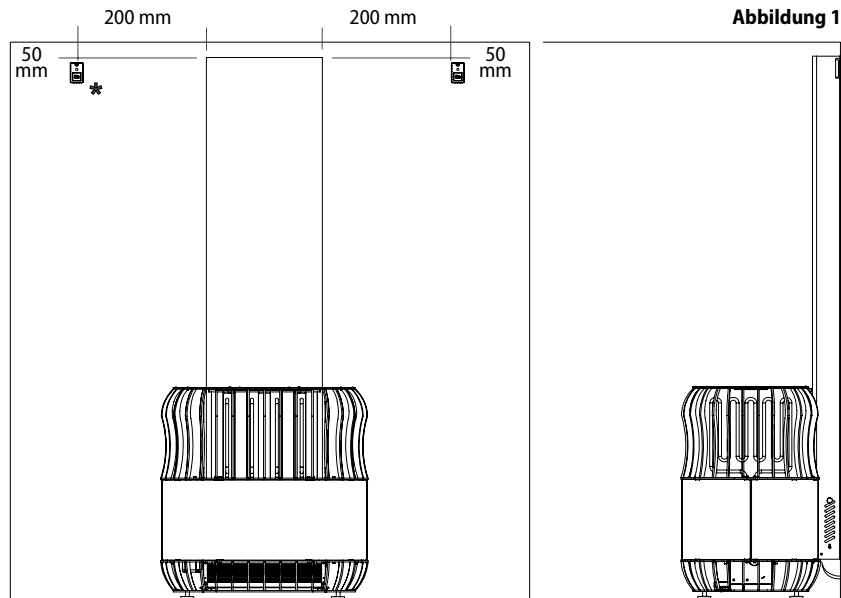

Abbildung 1
**Bitte beachten!** Die Maximaltemperatur auf Höhe des Temperatursensors des Steuergeräts (200 mm vom Ofen und 50 mm von der Decke entfernt) beträgt 100 °C (Abbildung 1).
und rechten Seite des Ofengehäuses unterhalb des Steinbereichs (siehe Abbildung 1). Die empfohlene Einstellung ist, den Kühlungsschieber 1/3 geöffnet zu lassen. Um den Dampf abzukühlen, öffnen Sie den Schieber versuchsweise Stück für Stück.